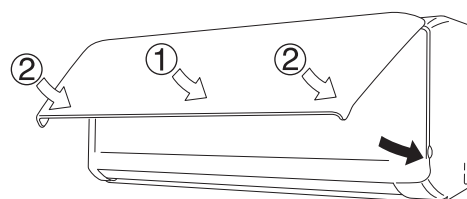

Fig. 3-18
- (6) Inserire la parte superiore del filtro antimuffa nell'unità interna e agganciarne la parte inferiore alle apposite sporgenze.
- (7) Per chiudere il pannello anteriore se ne deve prima premere la parte centrale e quindi gli angoli inferiori destro e sinistro sino a udirne lo scatto in posizione. (Fig. 3-18)